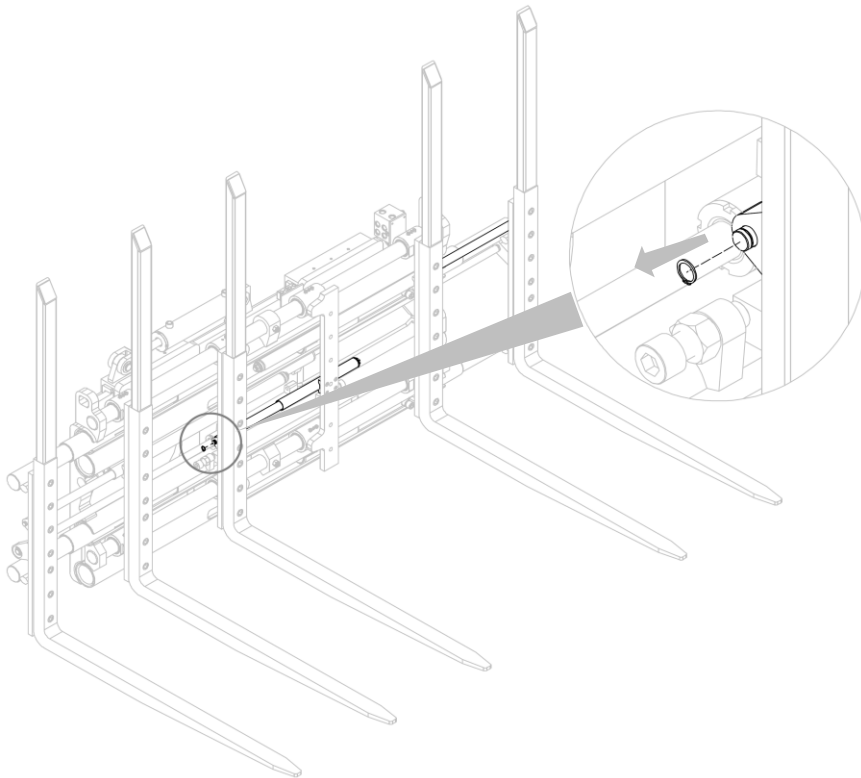

Figure 20
4. Retirer le circlip qui bloque une extrémité du ressort (voir *Figure 20*).